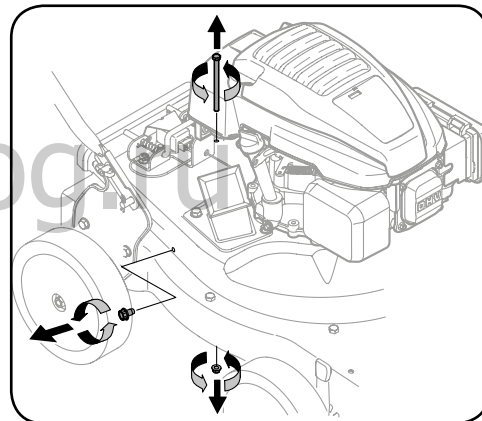

Рисунок 7-3
5. Выкрутите самонарезающий винт из экрана измельчителя с правой стороны машины. Для получения доступа к этому винту может понадобиться отсоединить кронштейн-подвеску шланга. См. рисунок 7-3.
6. Выкрутите винт с шестигранной головкой в верхней части заднего кожуха рядом с монтажным кронштейном и фланцевую контргайку, удерживающую экран измельчителя. См. рисунок 7-3.